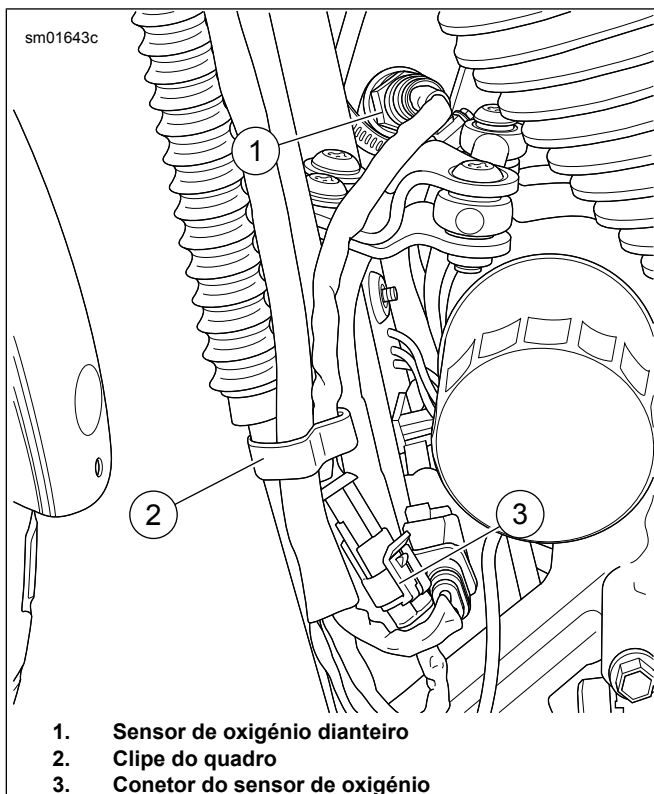

Figura 47. Sensor de Oxigênio Dianteiro
Ver Figura 47. Desligar o conector do sensor de oxigênio dianteiro (3) do chicote principal.